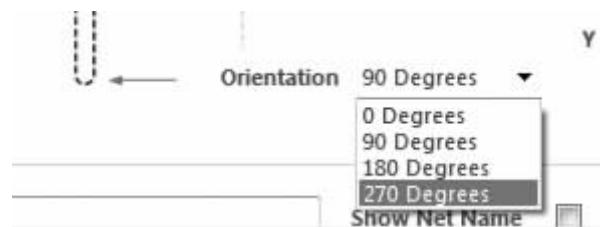

图 2-33 选择旋转角度
(2)“Orientation”选项:单击后面的字符,会弹出一个选择旋转角度的对话框,如图 2-33 所示,用户可以选择旋转角度。